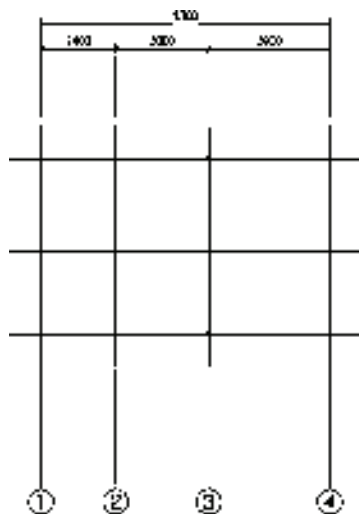

图 2-39 对侧标注
- “对侧标注”复选框。在轴网的两侧分别创建尺寸标注或者轴号标注，如图 2-39 所示。